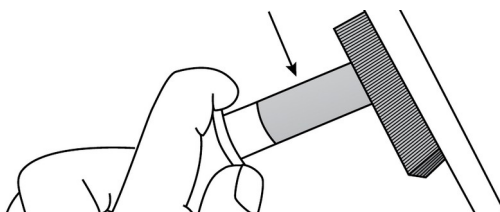

FIG. 9 — Nettoyage du pare-étincelles
- 2) Retirez les deux vis de la plaque de protection qui maintient l'extrémité du pare-étincelles à la sortie d'échappement (10).
- 3) Sortez la grille du pare-étincelles (FIG. 9).